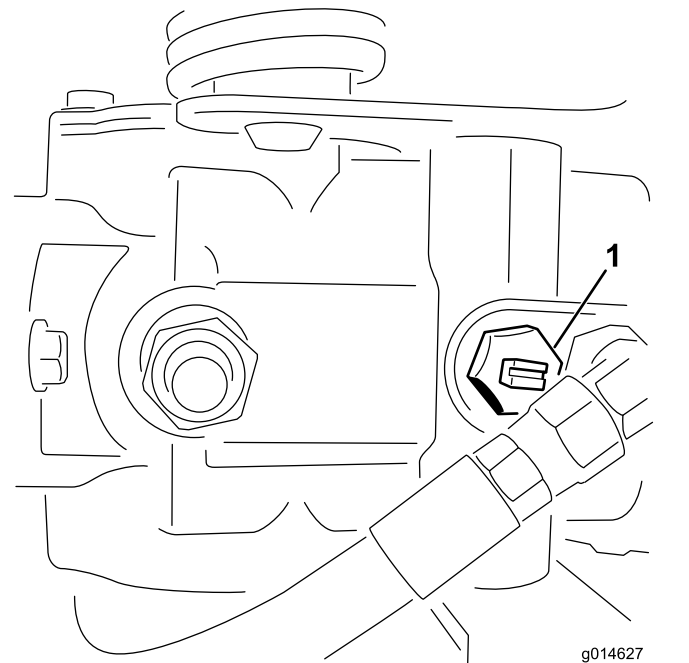

图23
1. 找到并旋转泵上的旁通阀，使槽处于垂直位置（图 23）。
2. 启动发动机之前、旋转旁通阀、使槽处于水平位置、这样就可以关闭旁通阀 (图23)。